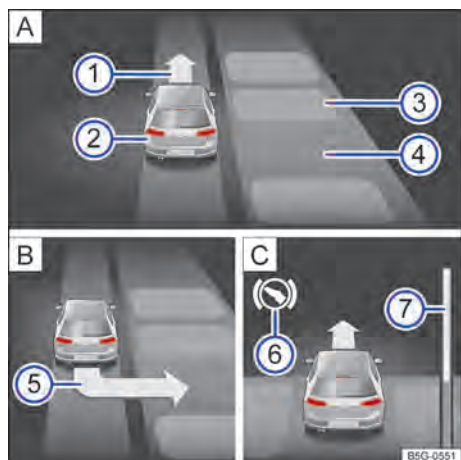

Fig. 123 En la pantalla del cuadro de instrumentos: aparcar lado a lado. **A** Buscar un hueco de aparcamiento. **B** Posición para aparcar. **C** Maniobrar.
- Estacionar cuando aparezca en la pantalla del cuadro de instrumentos la indicación de aparcamiento → **fig. 123**.
Legenda de la → **fig. 123** (modo de aparcamiento lado a lado con marcha atrás):
- Frenar cuando suene un avisador acústico que indica el cambio de dirección, encender la flecha → **fig. 123** ⓘ 1 **A**, encender el símbolo blanco ⓘ o mostrar un mensaje.